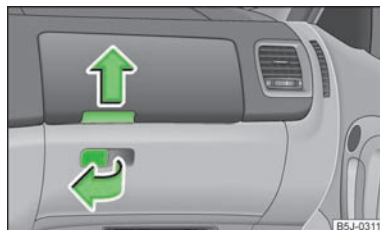

Fig. 59
- Tirar del tirador de la tapa en el sentido de la flecha » fig. 59 y abatir ésta.